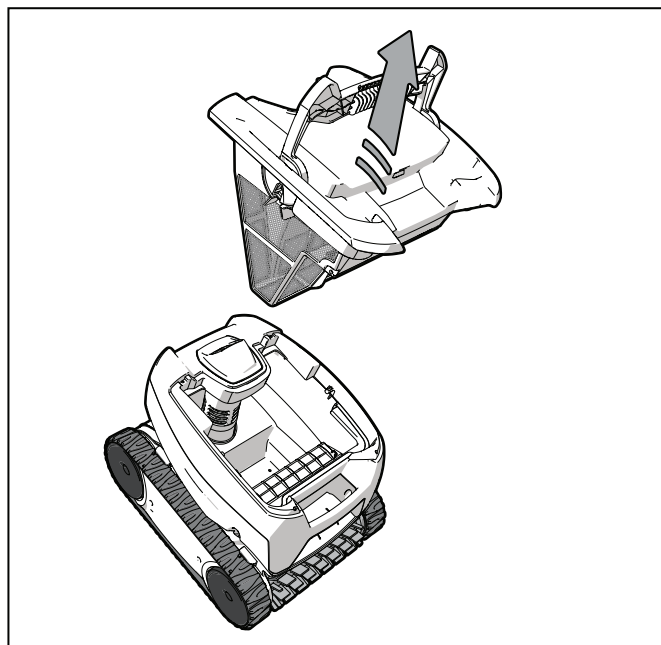

Figura 10. Retirar el depósito del filtro
3. Tome la manija y tire hacia arriba para retirar el depósito del filtro (Figura 10).